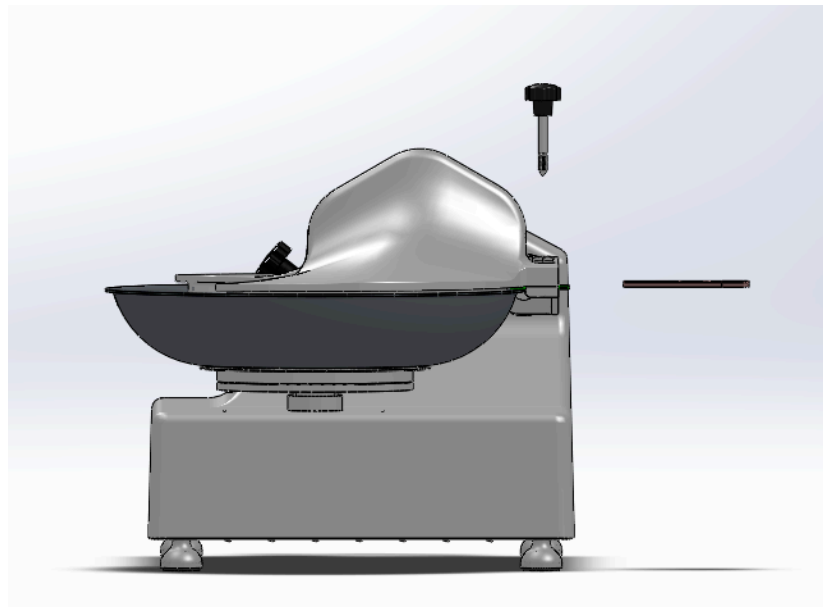

Abbildung 6
1. Vor dem Reinigen trennen Sie die Maschine wie in Abbildung 6 dargestellt von der Stromversorgung und ziehen Sie den Stecker.